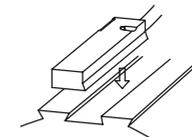

図1
- ①スイッチをシリンダ本体取付溝に上面より挿入してください。(図1)